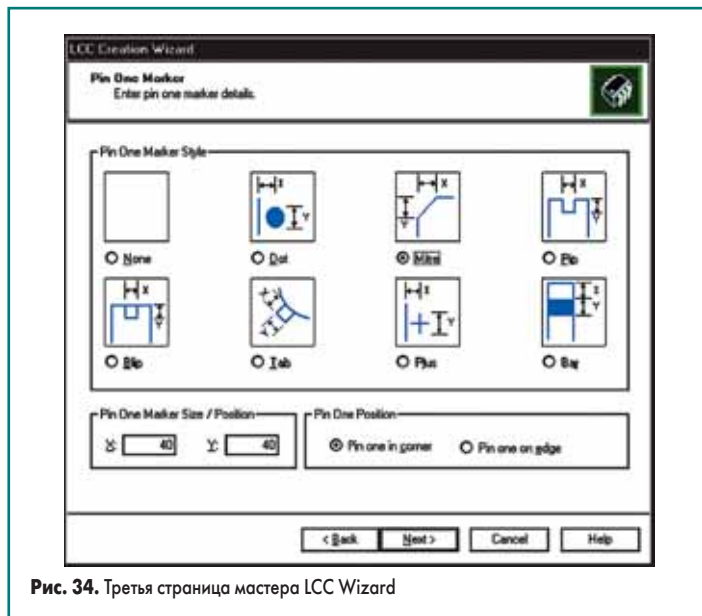

Рис. 34. Третья страница мастера LCC Wizard
- На следующей странице мастера (рис. 34) задается маркер первого вывода посадочного места. Для этой цели мы будем использовать скос угла.